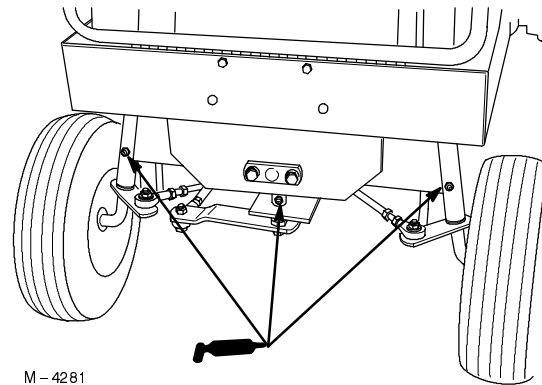

Bild 24
2. Fetten Sie die Spindeln, die Lenksäule und das Gelenk (Bild 24).